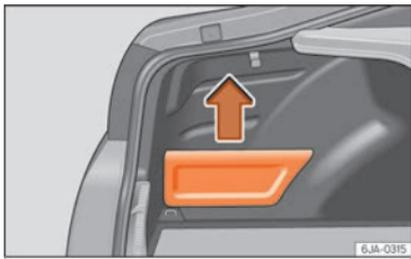

Abb. 159 Gepäckraum: Ablagefach
- Greifen Sie die Abdeckung an der Oberseite und ziehen Sie sie in Pfeilrichtung ab »» **Abb. 159**.